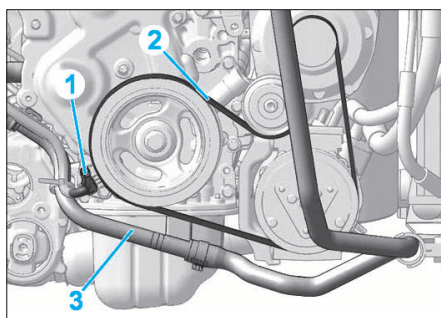

FIG. 18
- Débrancher et écarter le capteur de régime moteur (1) (Fig.18).